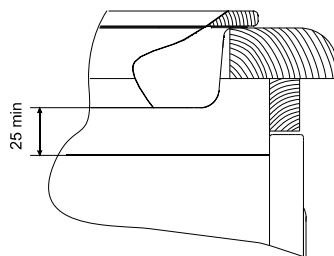

рис. 3
■ При совместной установке варочной панели и жарочного электрошкафа необходимо учитывать выступание корпуса варочной панели из нижней части столешницы и верхней части корпуса жарочного электрошкафа. Соприкосновение не допускается. Рекомендуемый воздушный зазор не менее 25мм. (см. рис. 3)